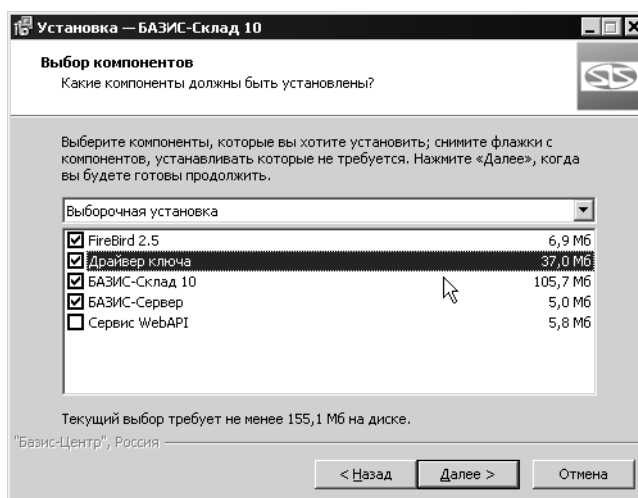

Рис. 1.3.
6. Включите опции рядом с наименованиями компонентов, которые необходимо установить (рис. 1.3).